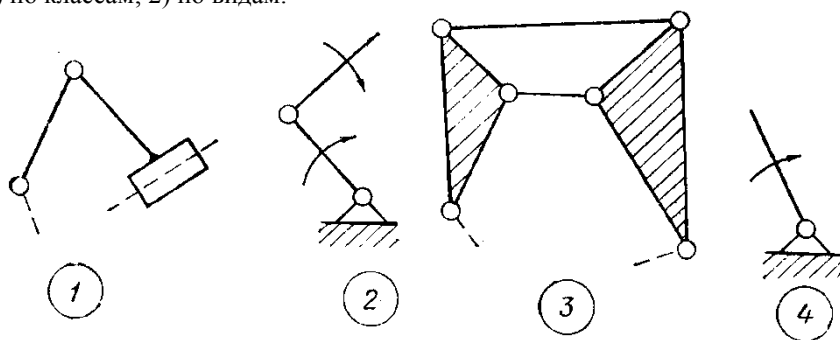

рис. 2.1
6. Какая из четырех групп звеньев (рис. 2.1) является группой начальных звеньев при  $W=1$ ?
13. Какая из четырех групп звеньев (рис. 2.1) является группой Ассура I класса?
14. Какая из четырех групп звеньев (рис. 2.1) является группой Ассура II класса?